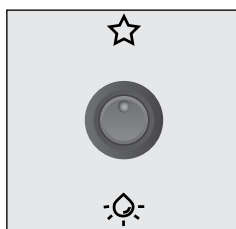
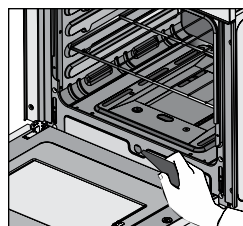

Figura 36. Interruptor encendido electrónico
Figura 37. Encendido manual
2. Sin dejar de presionar la perilla, accione el interruptor del encendido electrónico ☆ figura 36. De lo contrario utilice un encendedor manual (Ver Figura 37).